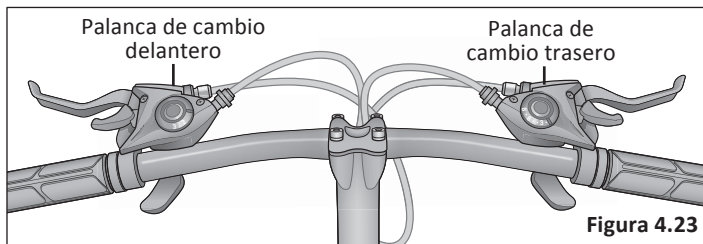

Figura 4.23
- 1 Comience desplazando la palanca de cambio trasero al mayor número indicado y coloque la cadena en el piñón más pequeño. **Figura 4.23**